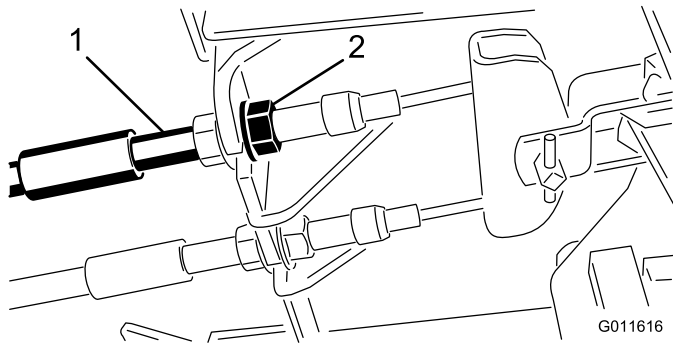

図 72
1. 遊びを減らす（ブレーキを締める）には、ブレーキ・ケーブルのネジ山の前ナットをゆるめ、後ろのナットを締める（図 72）。